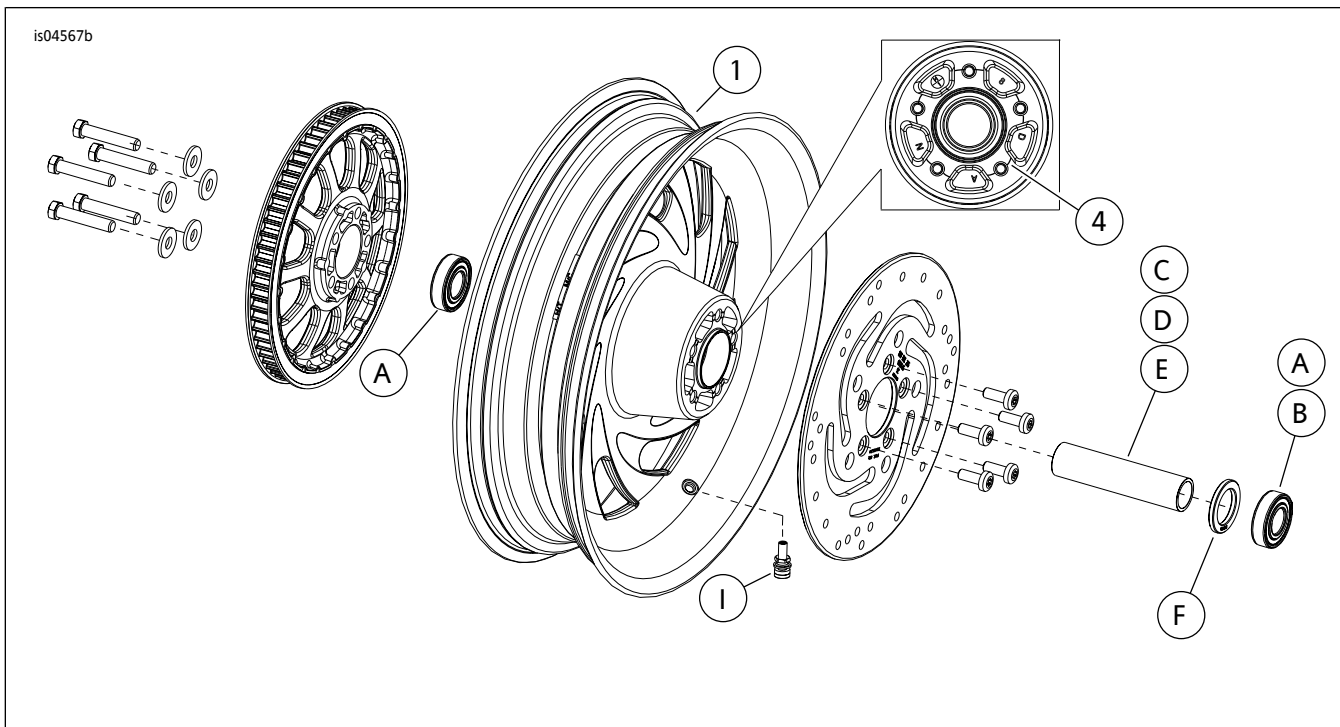

图1。维修零件：Typhoon后轮
参见图1和维修零件表。
2. 参见图1。在车轮上安装阀杆组件(I)。参阅维修手册中的“轮胎”部分。